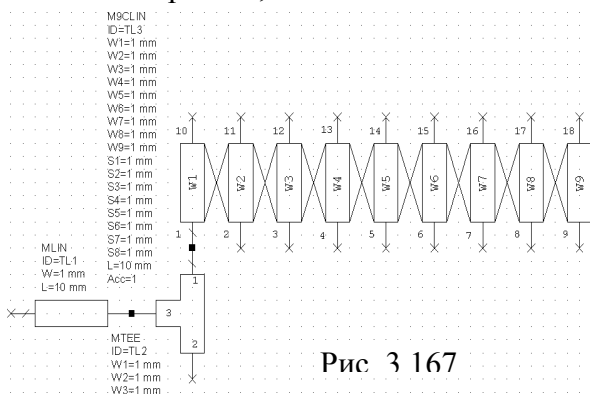

Рис. 3.167
8. Раскройте группу **Microstrip**, щёлкните левой кнопкой по **Lines** и перетащите в окно схемы элемент **MLIN**. В левом окне проекта щёлкните по **Junctions**, перетащите в окно схемы элемент **MTEE**, разверните его, щёлкая правой кнопкой мышки, и подключите плечо 3 этого элемента к **MLIN**. В левом окне проекта щёлкните по **Coupled Lines**, перетащите в окно схемы элемент **M9CLIN**, разверните его и подключите плечо 1 этого элемента к плечу 1 элемента **MTEE**. Должна получиться схема, показанная на рис. 3.167.